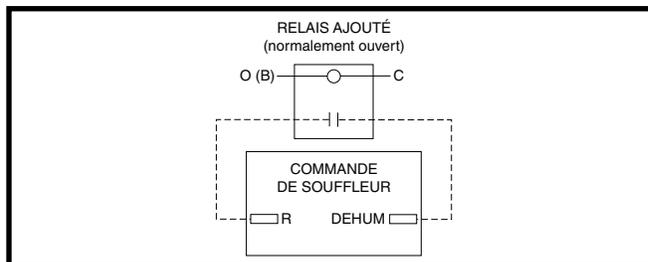

Figure 26. Configuration de câblage DEHUM sans humidistat
- Si aucun humidistat n'est à disposition, il est possible de brancher les bornes **R** et **DEHUM** par l'entremise d'un relais normalement ouvert fourni sur place. Consulter la Figure 26 (page 26). Les bornes **R** et **DEHUM** doivent être branchées aux bornes du relais normalement ouvert. Les bornes **O (B)** et **C** doivent alors être branchées à la bobine du relais. Cette option fait en sorte que le souffleur fonctionne à un débit (m³/min) réduit pendant 10 minutes après un appel de refroidissement.